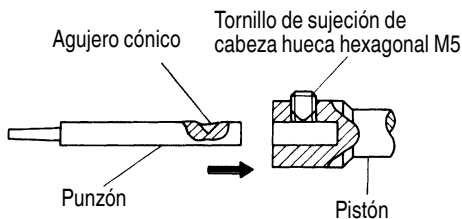

Fig. 12
- (c) Inserte el nuevo punzón alineando el orificio roscado del mismo y la dirección del tornillo de sujeción de cabeza hueca hexagonal M5 (consulte la Fig. 12).